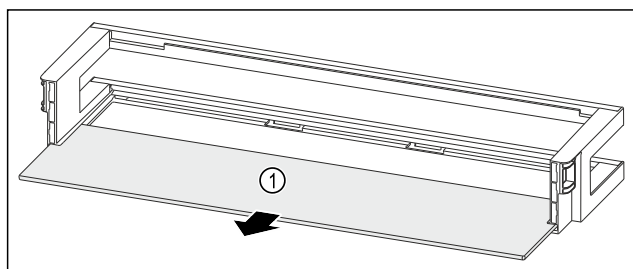

Fig. 237 Dveřní přihrádka s odkládací plochou
- ▶ Odkládací plochu Fig. 237 (1) odeberte.